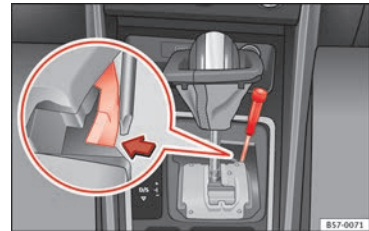

Abb. 58 Wählhebel: Notentriegelung aus der Parkstellung.
- Drücken Sie seitlich mit Hilfe des Schraubendrehers auf die gelbe Entriegelungstaste und halten Sie sie gedrückt »» **Abb. 58**.